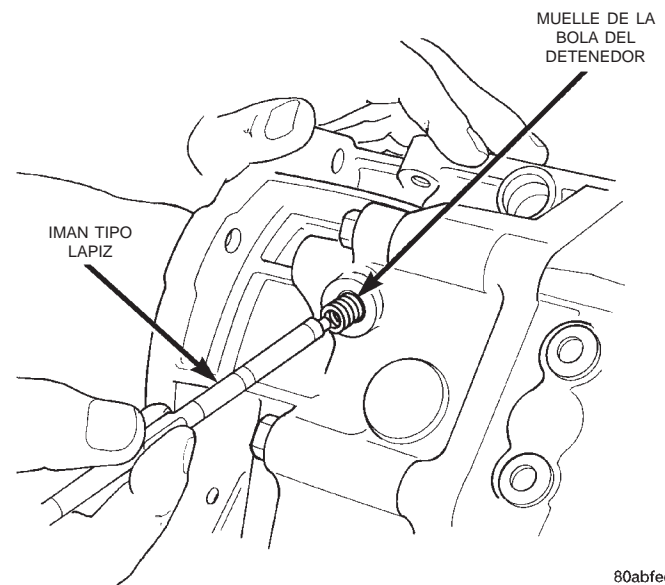

Fig. 45 Instalación del muelle del detenedor
(17) Instale el muelle detenedor en la caja (Fig. 45).